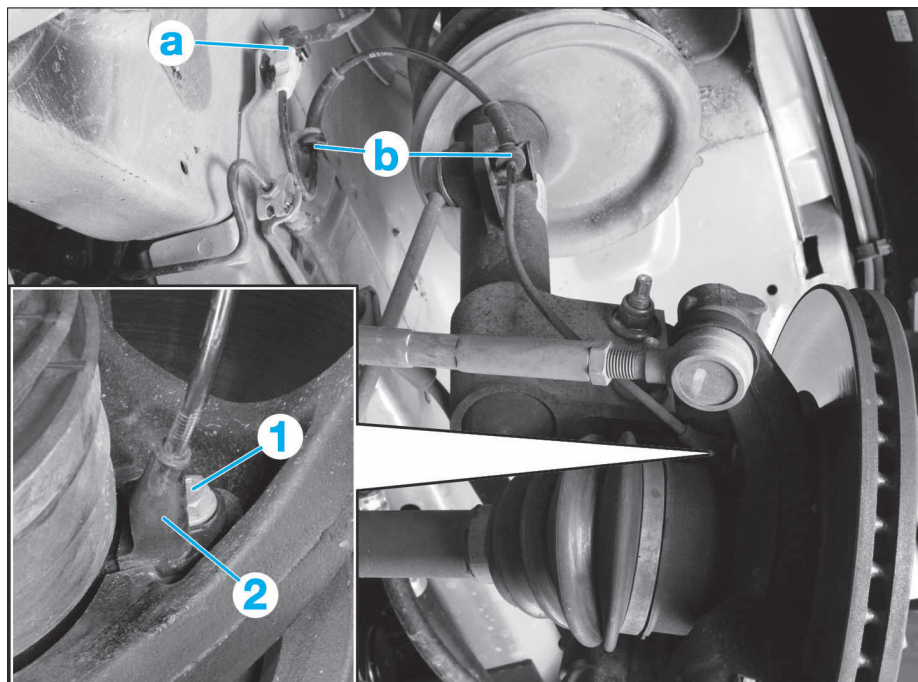

FIG. 29
- Débrancher le connecteur en "a" (Fig.29).
- la vis (1)
- le capteur de roue (2)
- Contrôler la propreté du capteur de roue (2).